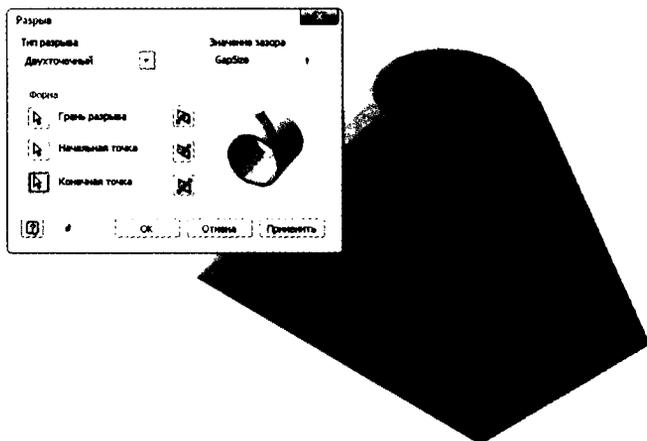

Рис. 10.20. Сделайте возможным расчет плоской грани
10. Сделайте начальную точку в верхней вершине грани и конечную точку в середине основания треугольника, как показано на рис. 10.20.